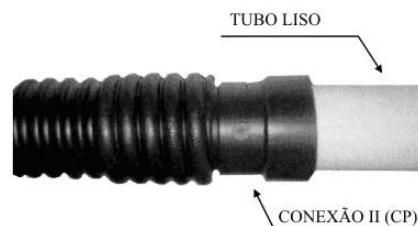

Figura 33
- b)** Rosquear totalmente a conexão II (CP) no duto corrugado e introduzir o tubo liso na outra extremidade da mesma (Figura 33).